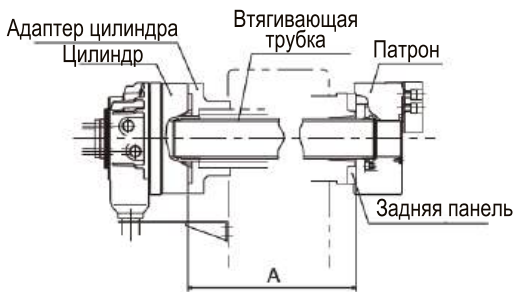

Рисунок 17
- Определите размер (размер $\varnothing$ E на рис.17) задней пластины так, чтобы торцевая поверхность плунжерной гайки соприкасалась с задней пластиной и останавливалась при вытягивании плунжерной гайки. Если ход больше указанного, это может привести к поломке патрона.